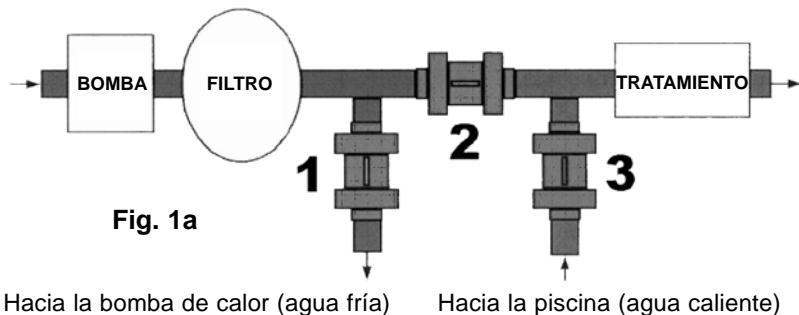

Fig. 1a
- Abrir las válvulas n°1, n°2 y n°3 al máximo (Fig.1a).
- Si fuera necesario, afinar el caudal con la válvula n°3 (Fig.1a)